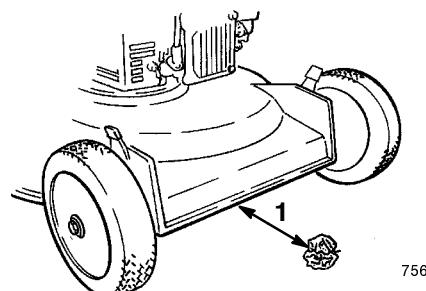

Figura 13
5. Tome media página de periódico y haga una bola con ella que sea lo suficientemente pequeña como para pasar por debajo de la plataforma (de unos 75 mm de diámetro) tal y como muestra la Figura 13.